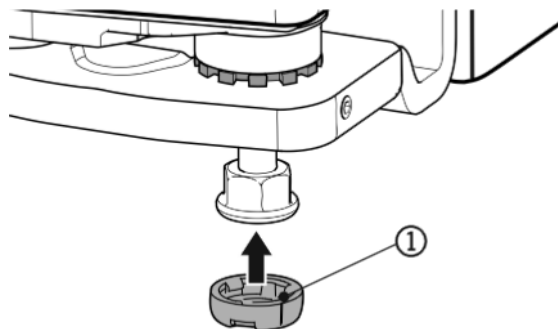

Fig. 5
- ▶ Klips kappen Fig. 5 (1) på. Sørg for, at den sidder korrekt.